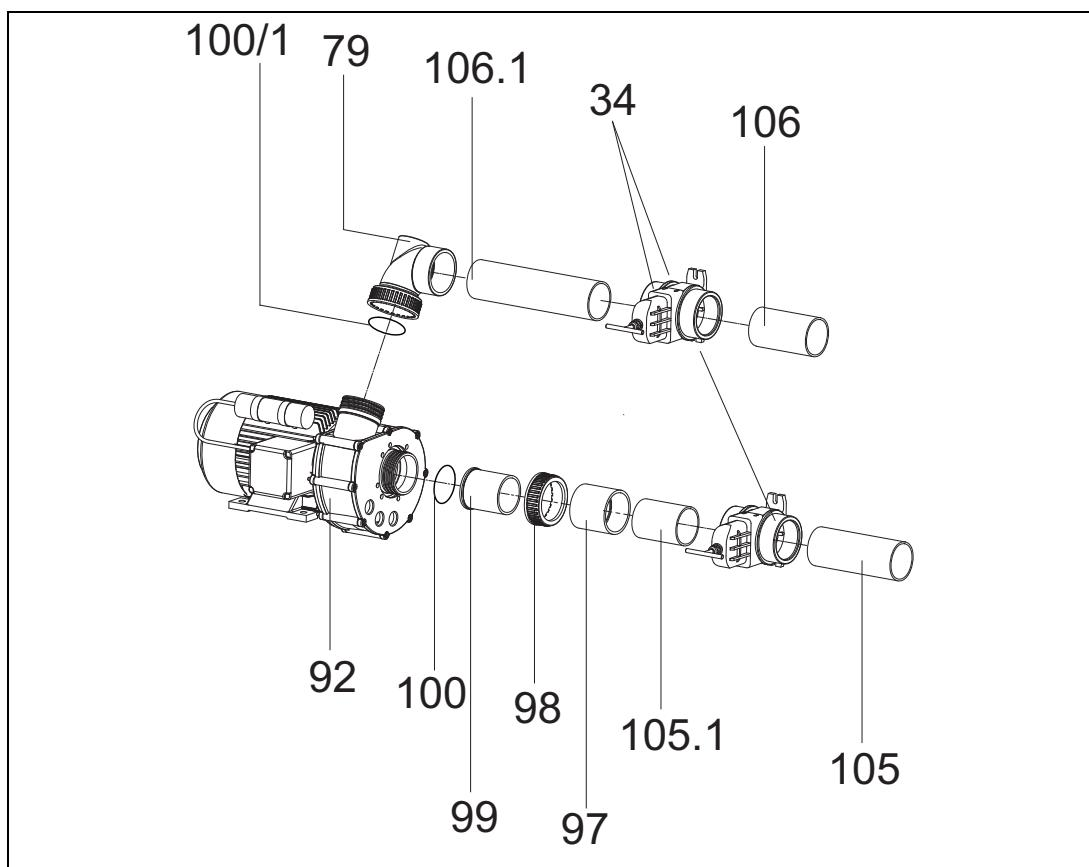

*Fig. 12*
10. Pasar los tubos neumáticos a través de los agujeros inferiores o externos de la cubierta de luz (110) (ON/OFF enlaces de luz, ON/OFF bomba a derecha). Alinear la cubierta de luz (110) centrada en la caja de boquillas (102.1) y fijarla con cuatro tornillos con rosca cortante (112) (*Fig. 12*).
11. Insertar un anillo toroidal (37) en cada pulsador neumático (38/1; 38/2). Fijar los tubos neumáticos en los pulsadores correspondientes con las sujetaciones de tubo (46). Introducir los dos pulsadores neumáticos a través de la cubierta de luz (110) en la caja de boquillas y bloquearlos mediante giro en sentido de las agujas del reloj (*Fig. 12*).